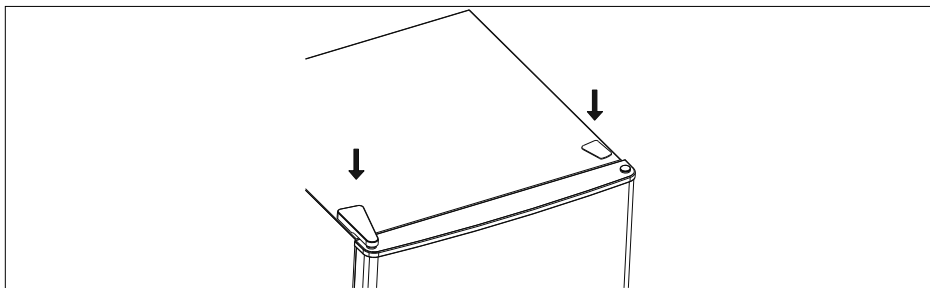

Abb. 10
- ▶ Setzen Sie die Scharnierabdeckung und die Schraubenabdeckung wieder auf (siehe **Abb. 10**).